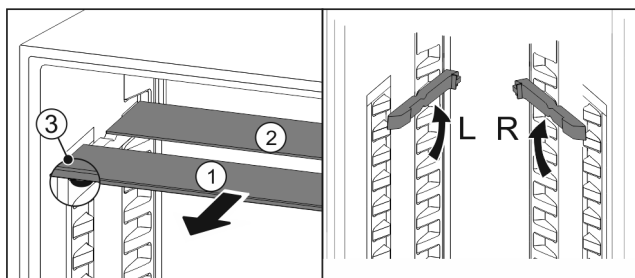

Fig. 159
- Skleněné desky jednotlivě vytáhněte dopředu Fig. 159 (1).
- Skleněná deska Fig. 159 (1) s ozdobnou lištou leží vpředu.
- Zarážky Fig. 159 (3) směřují dolů.